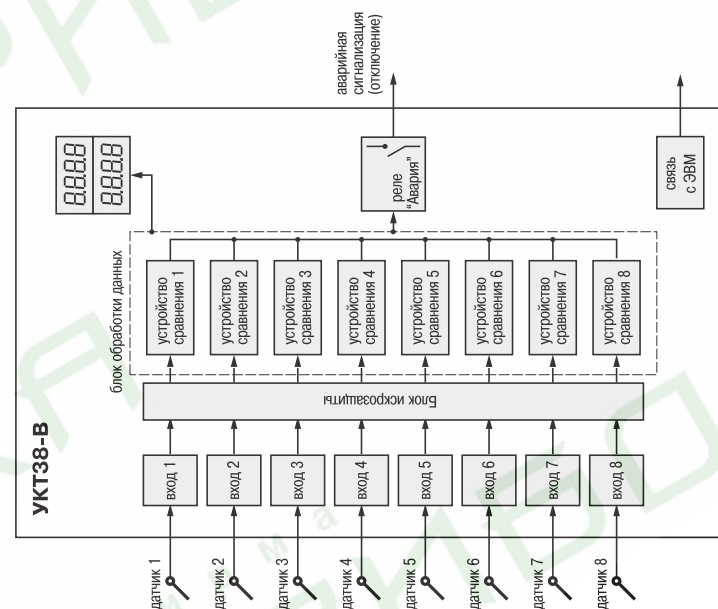

Рис. 1
4.1.1. Структурная схема прибора приведена на рис. 1. По схеме видно, что УКТ38-В имеет восемь входов для подключения датчиков, блок искрозащиты, микропроцессорный блок обработки данных, формирующий сигнал "Авария", и одно выходное реле.